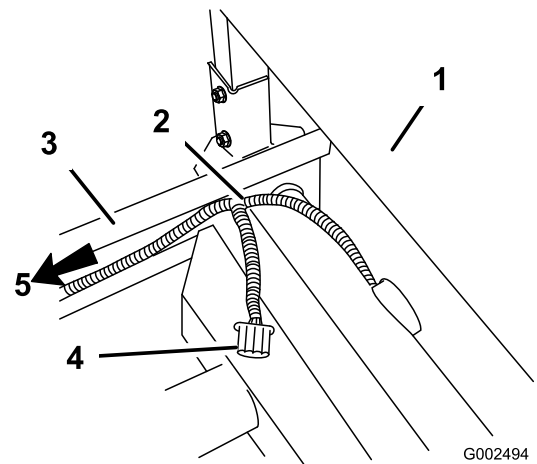

図 9
11. ROPS カバーのところ (座席アセンブリ後部) で、ハーネスを立ち上げてフレームの上に出し、。散布システム用の電源コネクタが車両下部から上に出るようにする(図 9)。
12. フレームに沿って新旧のハーネスを車両後部の速度センサーまで引きもどす(図 9)。
15. フレームに沿って新旧のハーネスを車両後部の速度センサーまで引きもどす(図 9)。